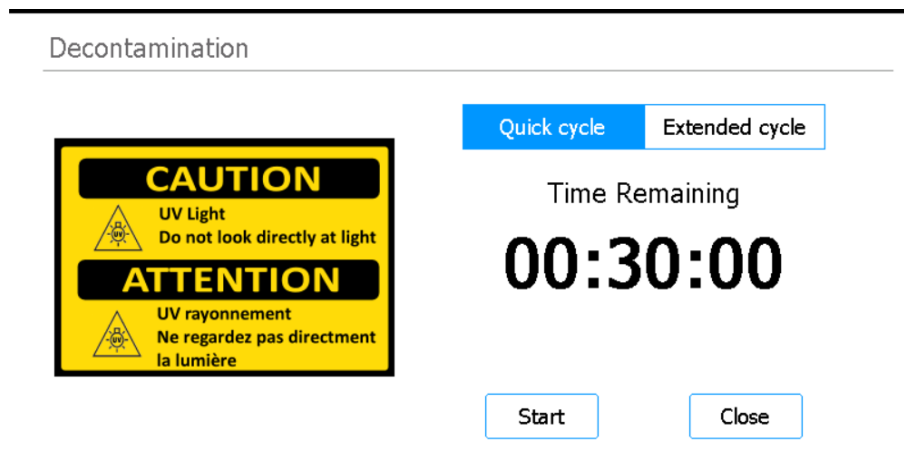

Abbildung 21 Bildschirm Decontamination mit Auswahl Quick cycle
- 3 Wählen Sie im oberen Bereich des Bildschirms die Option **Quick cycle**, wie in **Abbildung 21** gezeigt.